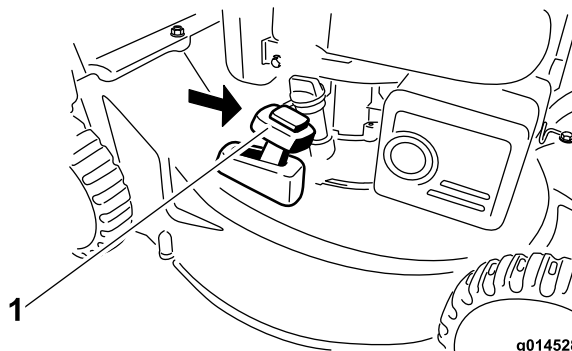

Figura 18
2. Instale la bolsa de recogida; consulte Cómo retirar la bolsa de recogida (página 12), y mueva la palanca de ensacado a demanda al modo de **ensacado** (Figura 18).
Nota: Si la bolsa de recogida está instalada en la máquina, retírela antes de proceder a la descarga lateral de los recortes; consulte Cómo retirar la bolsa de recogida (página 12). La palanca de ensacado a demanda debe estar en el modo de ensacado (Figura 18).